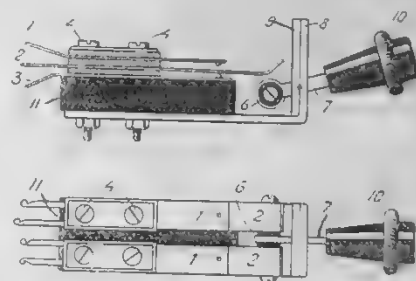

Рис. 3. Вверху джек в ненажатом состоянии. Внизу „двойной“ джек сверху.
Нижняя подкладка (11) делается по длине нижней пружины (3) без хвостика, а ширина берется с таким расчетом, чтобы на ней уложились в ряд две пружины (рис. 3) при зазоре между ними 3—4 мм. В подкладке сверлятся 4 отверстия по диаметру болта.